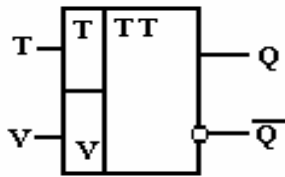

Рис. 5
2. Триггер, состояние которого изменяется при подаче импульса на единственный вход, называется счетным или  $T$ -триггером рис.5.
Разновидностью  $T$ -триггера является  $TV$  триггер (рис.5). Это  $T$ -триггер с дополнительным управляющим  $V$ - входом. Если на  $V$  входе логическая единица, то такой триггер работает